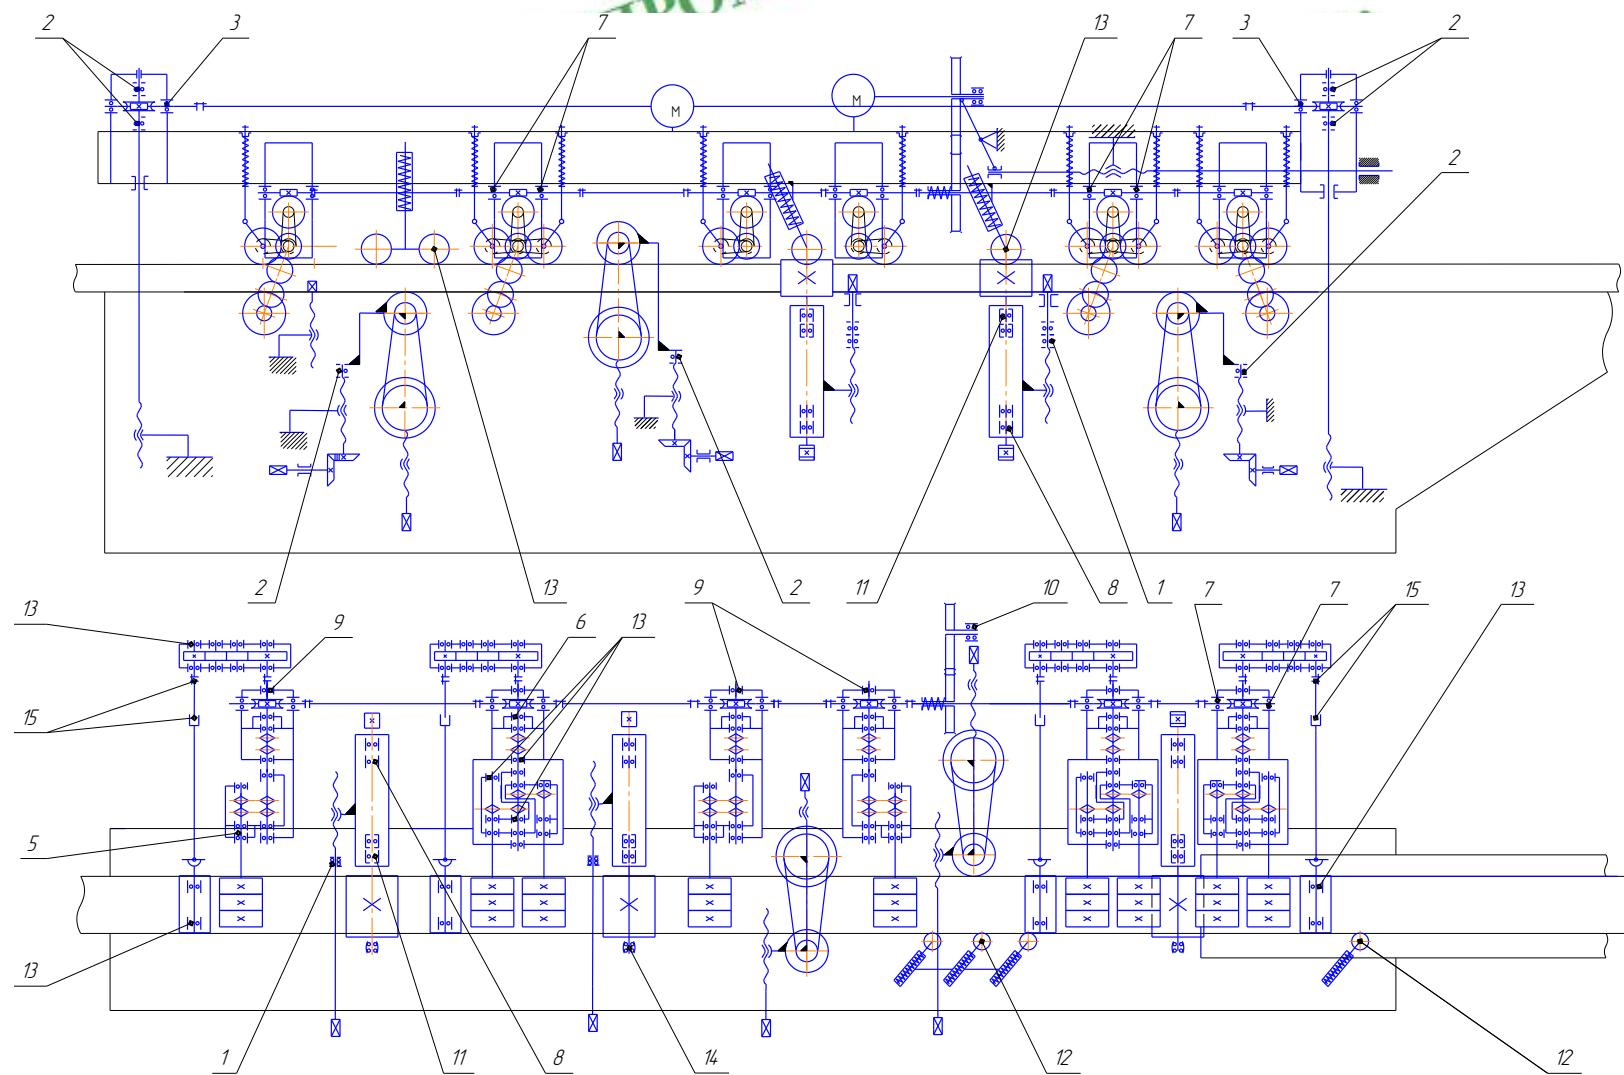

Рис. 36. Схема расположения подшипников
- 17.2. Схема расположения подшипников (рис. 36).